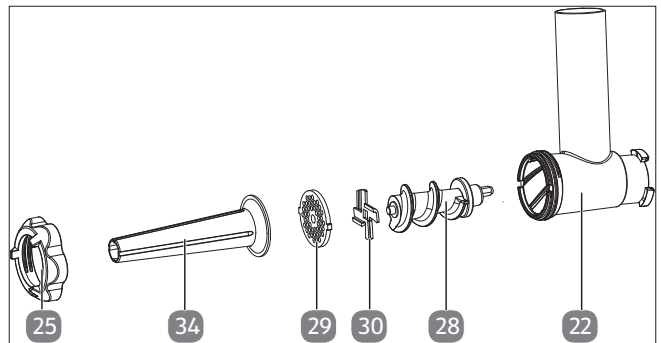

Abb. 20 – Wolfen/Wurst herstellen
1. Um in einem Arbeitsgang Fleischstücke zu wolfen und Wurst herzustellen, montieren Sie den Fleischwolf mit Lochmesserscheibe und Kreuzmesser mit der scharfen Karten nach außen zur Achse sowie den Wurstfüllstutzen (siehe Abb. 20).